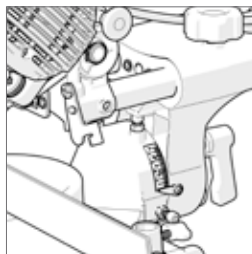

Fig. 12
- S'assurer que la tête de coupe est en position verticale contre sa butée et que l'indicateur d'angle d'inclinaison est sur 0° sur l'échelle. (**Fig. 12**)